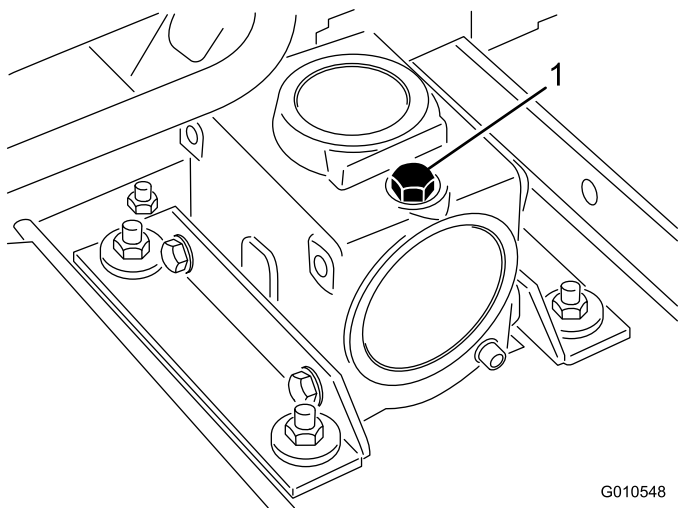

Figura 22
2. Coloque a máquina e a unidade de corte numa superfície plana e baixe a unidade de corte. Retire a vareta/tampão de enchimento da parte superior da caixa de velocidades (Figura 22) e verifique se há lubrificante entre as marcas da vareta. Se o nível de lubrificante estiver baixo, adicione lubrificante de engrenagens SAE 80-90 wt. até que o nível fique entre as marcas. A capacidade da caixa de velocidades é de 283 ml.